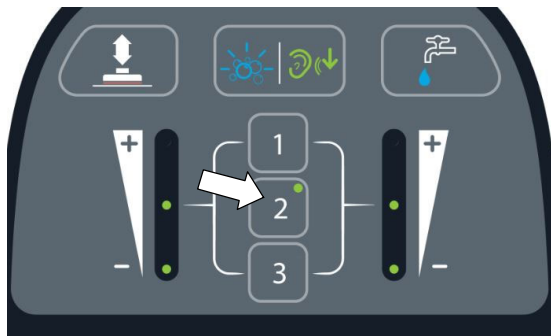

ABB. 44
6. Drücken Sie die Zoneneinstellungsnummern für schnellen Betrieb (Abbildung 44). Die drei voreingestellten Zonen sind werksseitig mit unterschiedlichen Frischwasserdosierungen und Anpressdrücken konfiguriert.